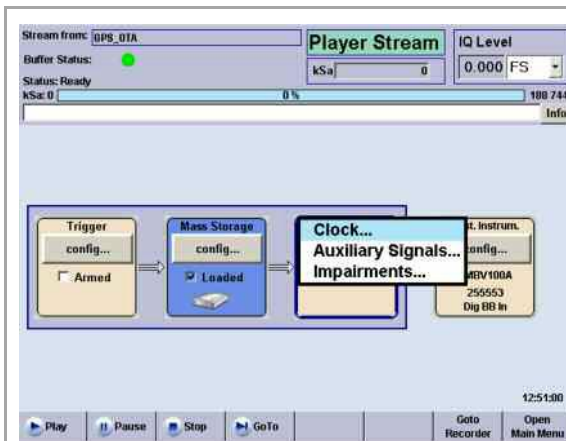

Рис. 18 – Настройка прибора R&S®IQR для работы с внешней частотой дискретизации.
3. Выбрать записанный файл, который нужно воспроизвести (см. рис. 18, снимок экрана 1).
4. Выбрать использование внешнего опорного сигнала (см. рис. 18 и 19).